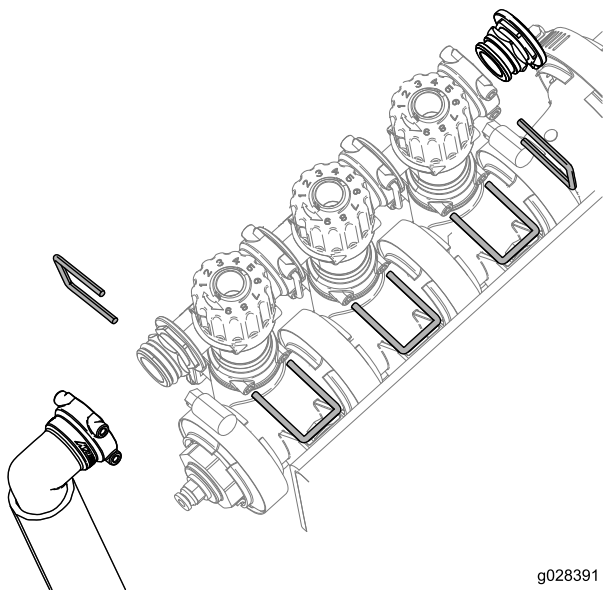

Bild 4
3. Entfernen Sie die Halter, mit denen die Teile zur Einstellung des Überstromventils, die Abschlusskappe und das Anschlussstück sowie die Schlauchleitung befestigt sind, wie in Bild 4 abgebildet.